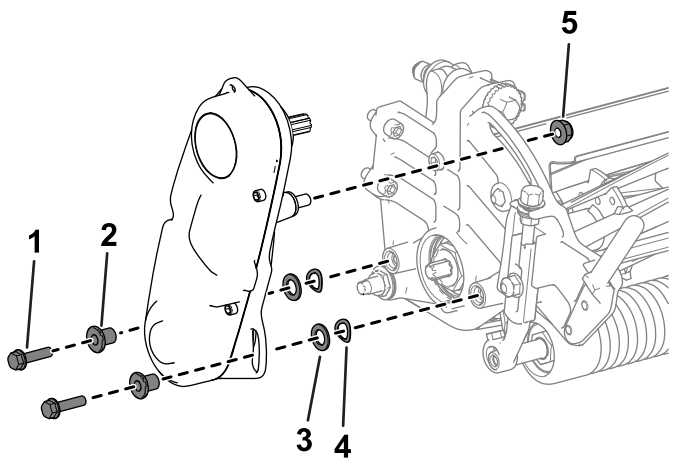

Figura 3
1. Remova as ferragens que prendem o conjunto da transmissão do cilindro à placa lateral (Figura 3).
2. Remova o conjunto da transmissão do cilindro, anilhas planas, anilhas de mola e espaçadores da placa lateral (Figura 3).